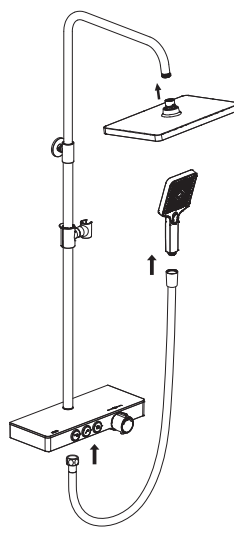

Figure 14
- Raccordez la douche de tête au tuyau du bras (Figure 14).